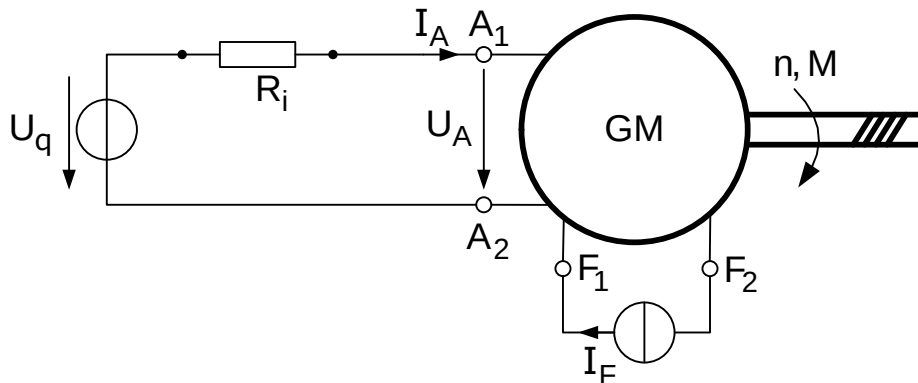

Bild 5.1: Gleichstrommaschine mit äußerer Beschaltung
- Zeichnen Sie das elektrische Ersatzschaltbild der gesamten Anordnung aus Abbildung 5.1 in das Lösungsblatt ein. Tragen Sie alle Strom- und Spannungszählpfeile ein. Zeichnen Sie dabei zunächst ALLE Elemente mit ein.